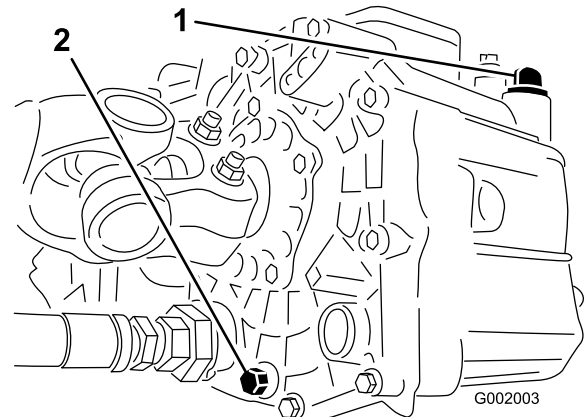

図 65
3. 油圧オイル・タンクの側面にあるドレン・バルブをゆるめ、流れ出すオイルを容器に受ける(図 65)。